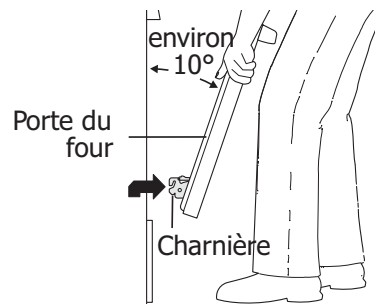
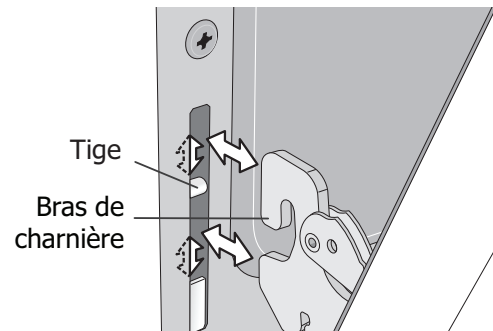

Figure 23 : Tenir fermement la porte lors de son retrait
Figure 24 : Remise en place et emplacement des bras de charnière et des tiges
3. Tenez fermement les deux côtés de la porte. N'utilisez pas la poignée de la porte (voir figure 23).
5. Soulevez les bras des charnières de la porte au-dessus des tiges situées de chaque côté du cadre du four (voir figure 23).
1. Tenez fermement les deux côtés de la porte. N'utilisez pas la poignée de la porte (voir figure 23).
2. En tenant la porte dans le même angle que pour la retirer, posez les crochets des bras des charnières sur les tiges situées de chaque côté du cadre de la porte (voir figure 23 et figure 24). Le crochet des bras de charnière doit être bien assis sur les tiges.